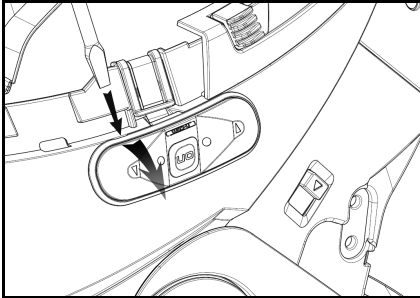

Abb. 20
- Entfernen Sie die Tastenvorrichtung von der Helmschale wie auf Abb. 20 dargestellt.